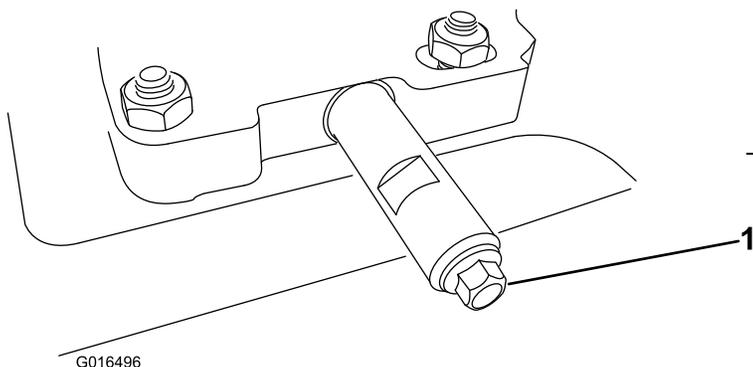

Figure 47
1. Nettoyez la surface autour du bouchon de vidange d'huile (Figure 47).